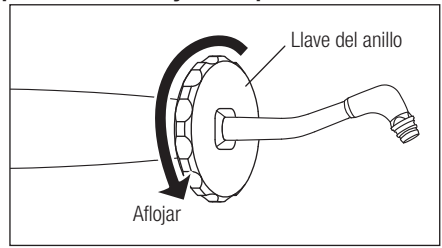

Fig. 14
- 3) Utilizando la llave de estrella en el extremo de la boquilla, aflójela y desconéctela de la pieza de mano. (Fig. 14)